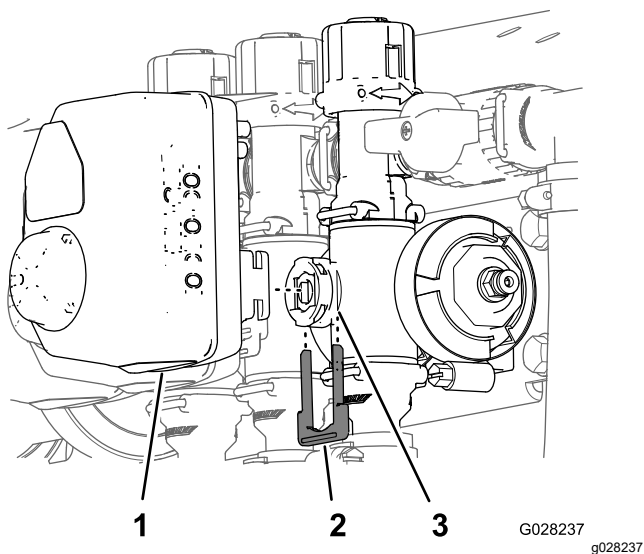

图 13
1. 取下将致动器固定至喷洒臂段阀或搅拌阀歧管阀的卡环图 13。